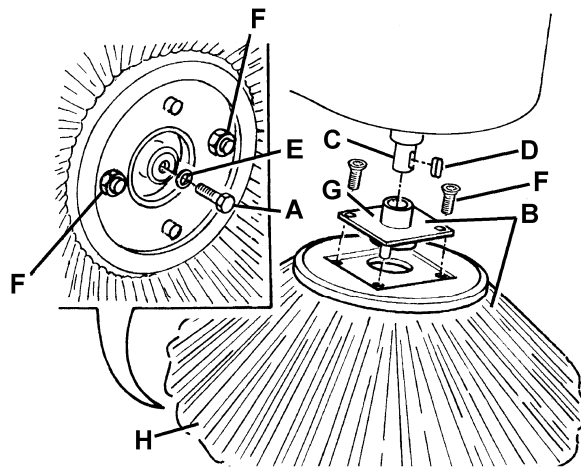

Abbildung 11
1. Gerät auf ebenem Untergrund abstellen und Feststellbremse mit dem Pedal (82) und dem Hebel (75) betätigen.
2. Zündschlüssel (69) in Stellung 0 drehen.
3. Betreffenden Seitenbesen mit dem Hebel (77) oder (78) anheben.
4. Schraube (A, Abb. 11) in der Mitte des Seitenbesens herausdrehen. Seitenbesen (B) von der Welle (C) lösen und zusammen mit der Nabe abnehmen.
5. Die beiden Schrauben mit Muttern (F, Abb. 11) auf einer Werkbank entfernen und Nabe (G) vom Besen (H) abnehmen.
6. Den neuen Seitenbesen (H, Abb. 11) auf der Nabe (G) anbringen und die Schrauben mit Muttern (F) anziehen.
7. Keil (D) anbringen und den neuen Seitenbesen mit Nabe (B, Abb. 11) einbauen. Unterlegscheibe (E) anbringen und Schraube (A) eindrehen.